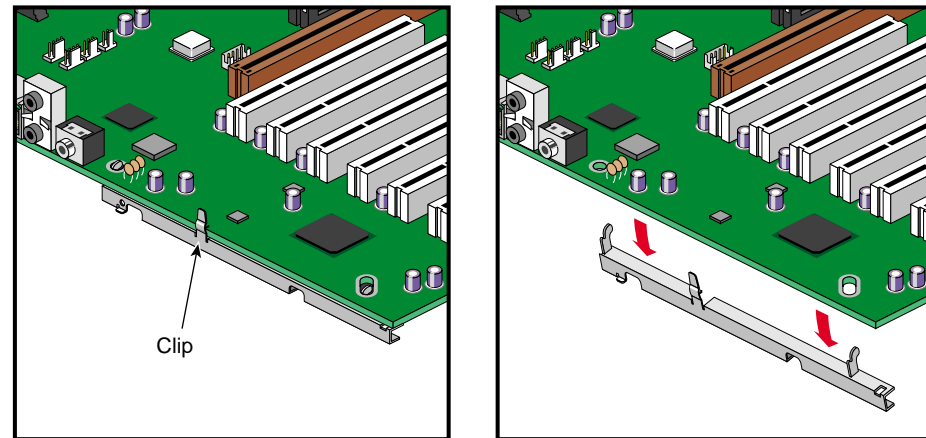

Abbildung 2-28 Abnehmen der Halterung von der Systemplatine
11. Um die Halterung von der Systemplatine zu entfernen, lösen Sie den Löseclip und nehmen die Haken der Halterung von der Systemplatine ab. Abbildung 2-28 veranschaulicht das Vorgehen.